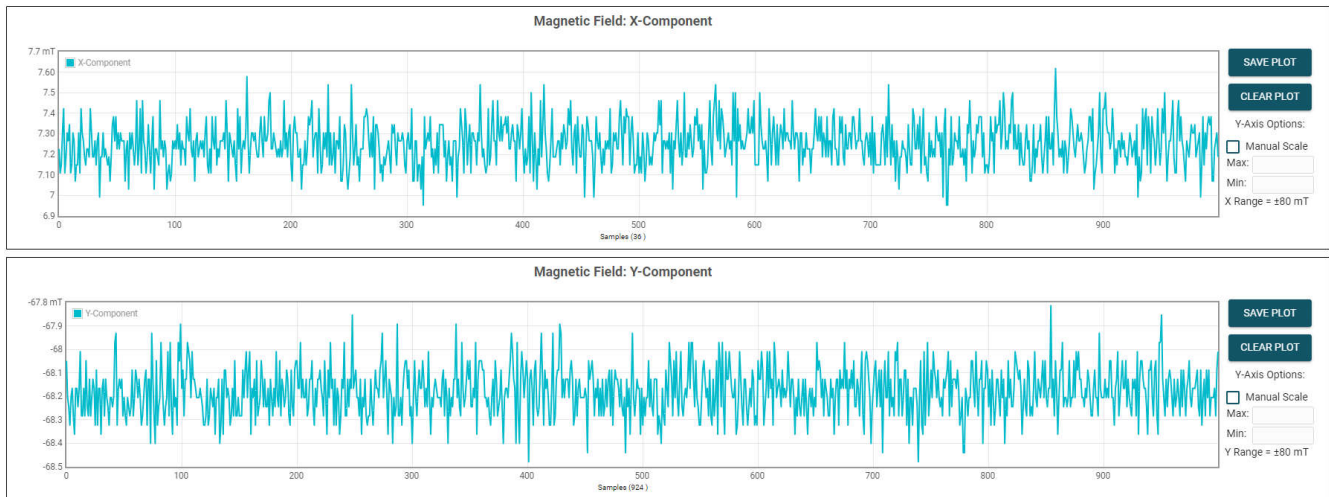
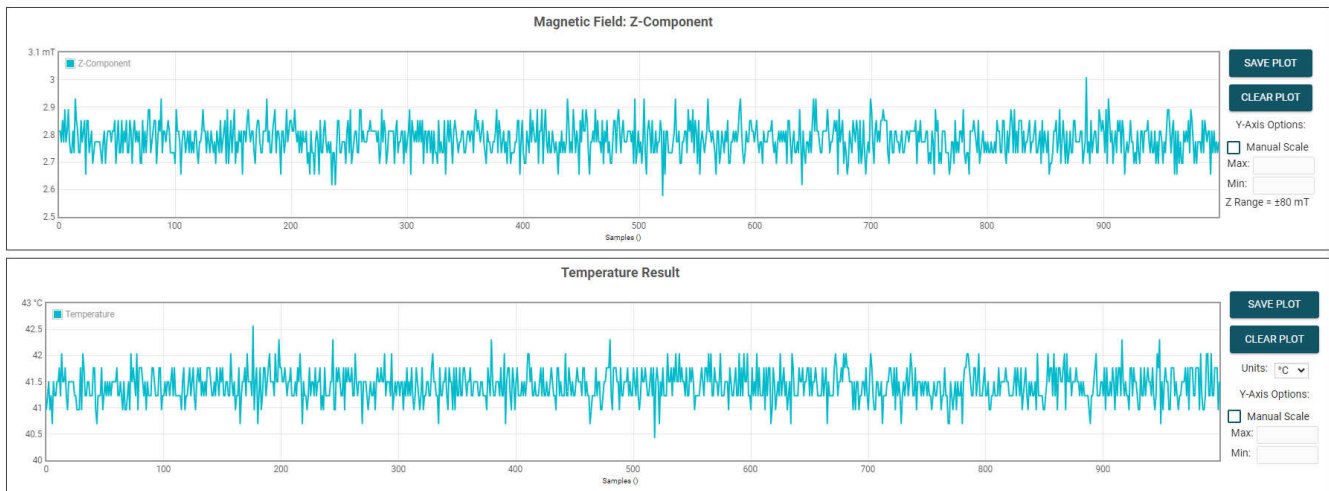
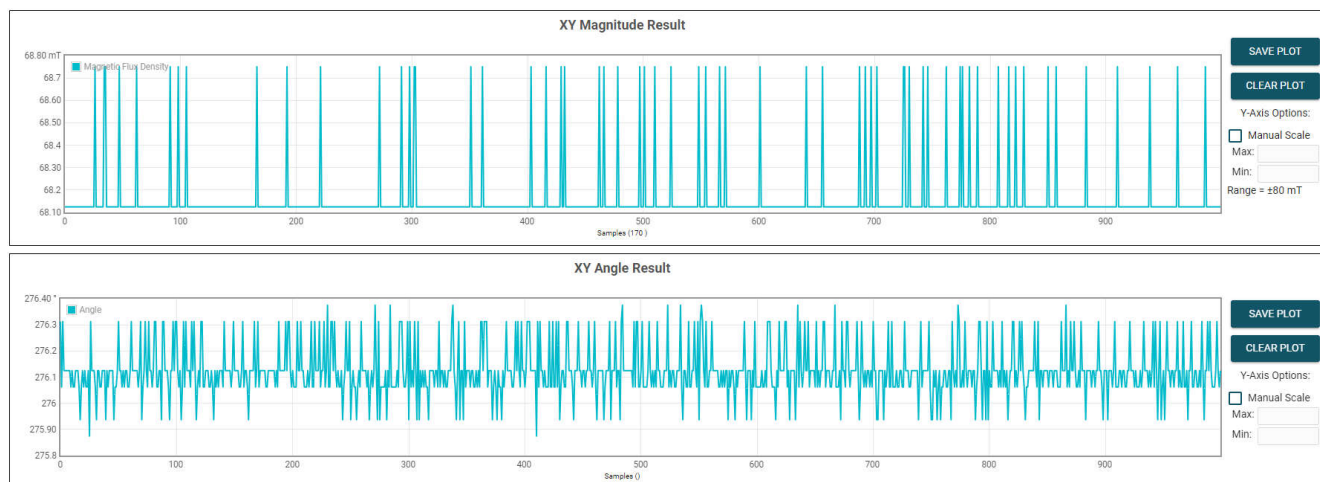

图 3-14. X 和 Y 通道 GUI 图
图 3-15. Z 通道和温度测量图
图 3-16. 器件的角度测量和器件的幅度图
4. 用户在扭动旋推模块的旋钮时，转盘上显示的角度和转盘下的文本也会相应改变。点击 **Plots** 选项卡并按 **Collect Data**，可看到此过程中生成的 X 和 Y 通道波形 (图 3-14)、Z 通道和温度测量 (图 3-15)，以及器件角度测量和幅度 (图 3-16)。按 **Collect Data** 会将 **Auto Read** 设置为 **Off**。